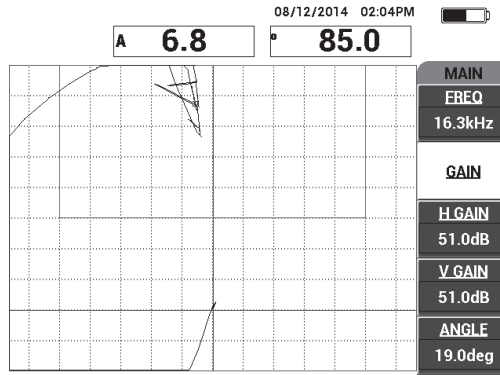

Figura 6-67 La regolazione del guadagno del punto del segnale da sollevamento
- Se necessario, premere il tasto GAIN (**dB**) e regolare il **GUAD.** per mantenere il punto del segnale da sollevamento (vedere Figura 6-67 a pagina 189).